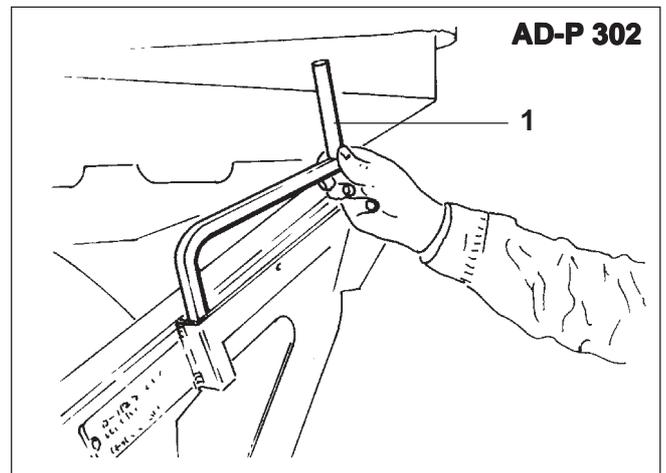
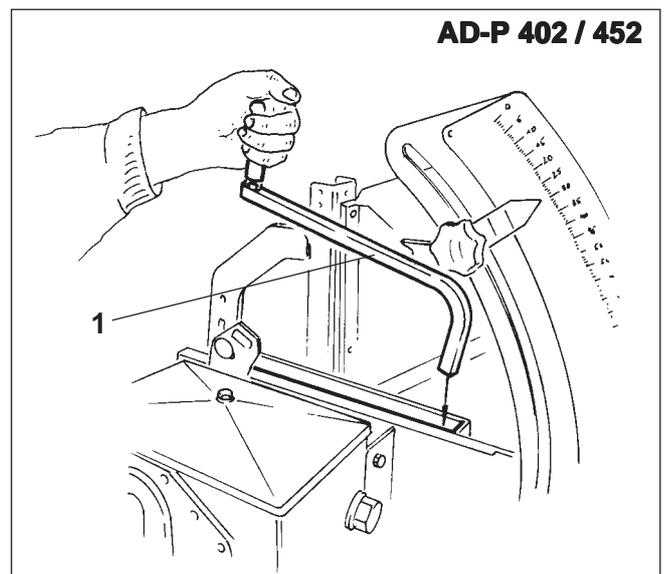

Fig. 21.5
Fig. 21.6
Abdrehkurbel zur Hand nehmen. Die Abdrehkurbel (Fig. 21.5/1 bzw. Fig. 21.6/1) steckt in einer Halterung am rechten Rahmenseitenteil und ist mit einem Klappstecker gesichert.
- Abdrehkurbel in die Halterung (Fig. 21.5 bzw. Fig. 21.6) stecken und mit einem Klappstecker sichern